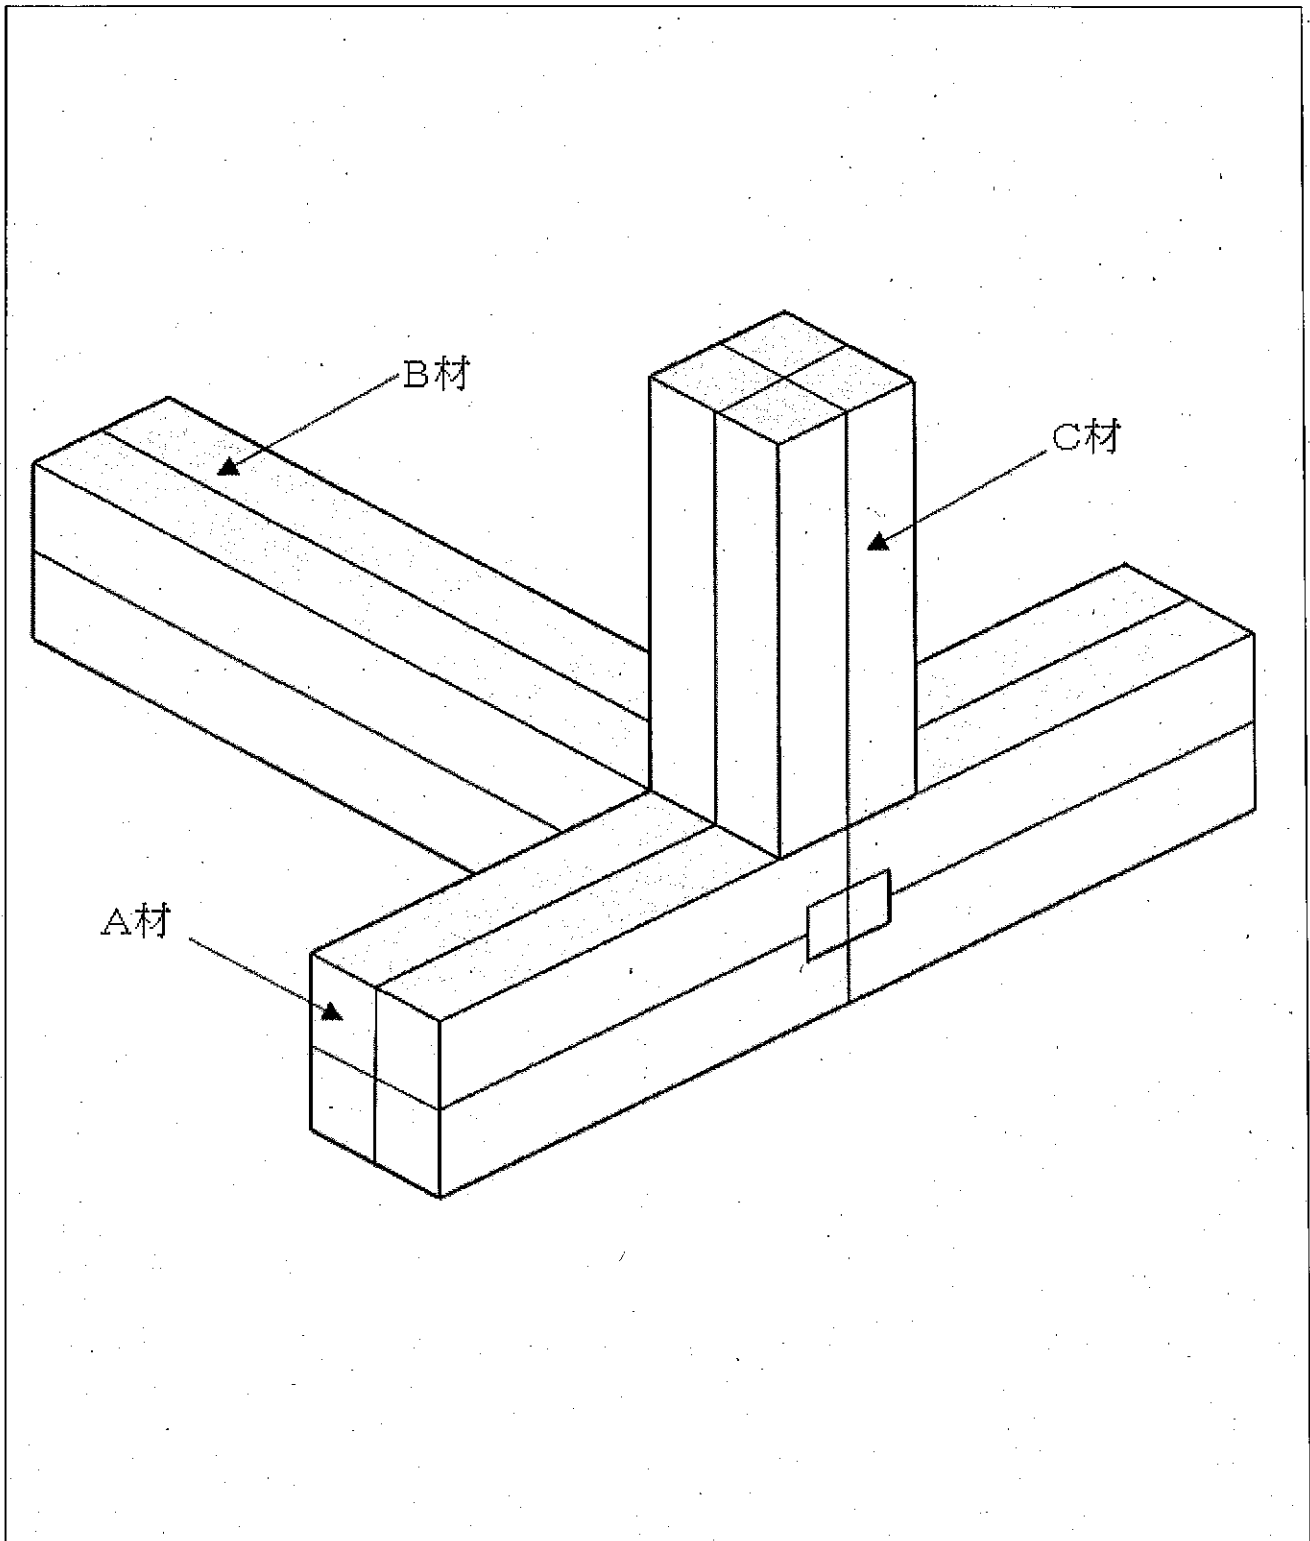
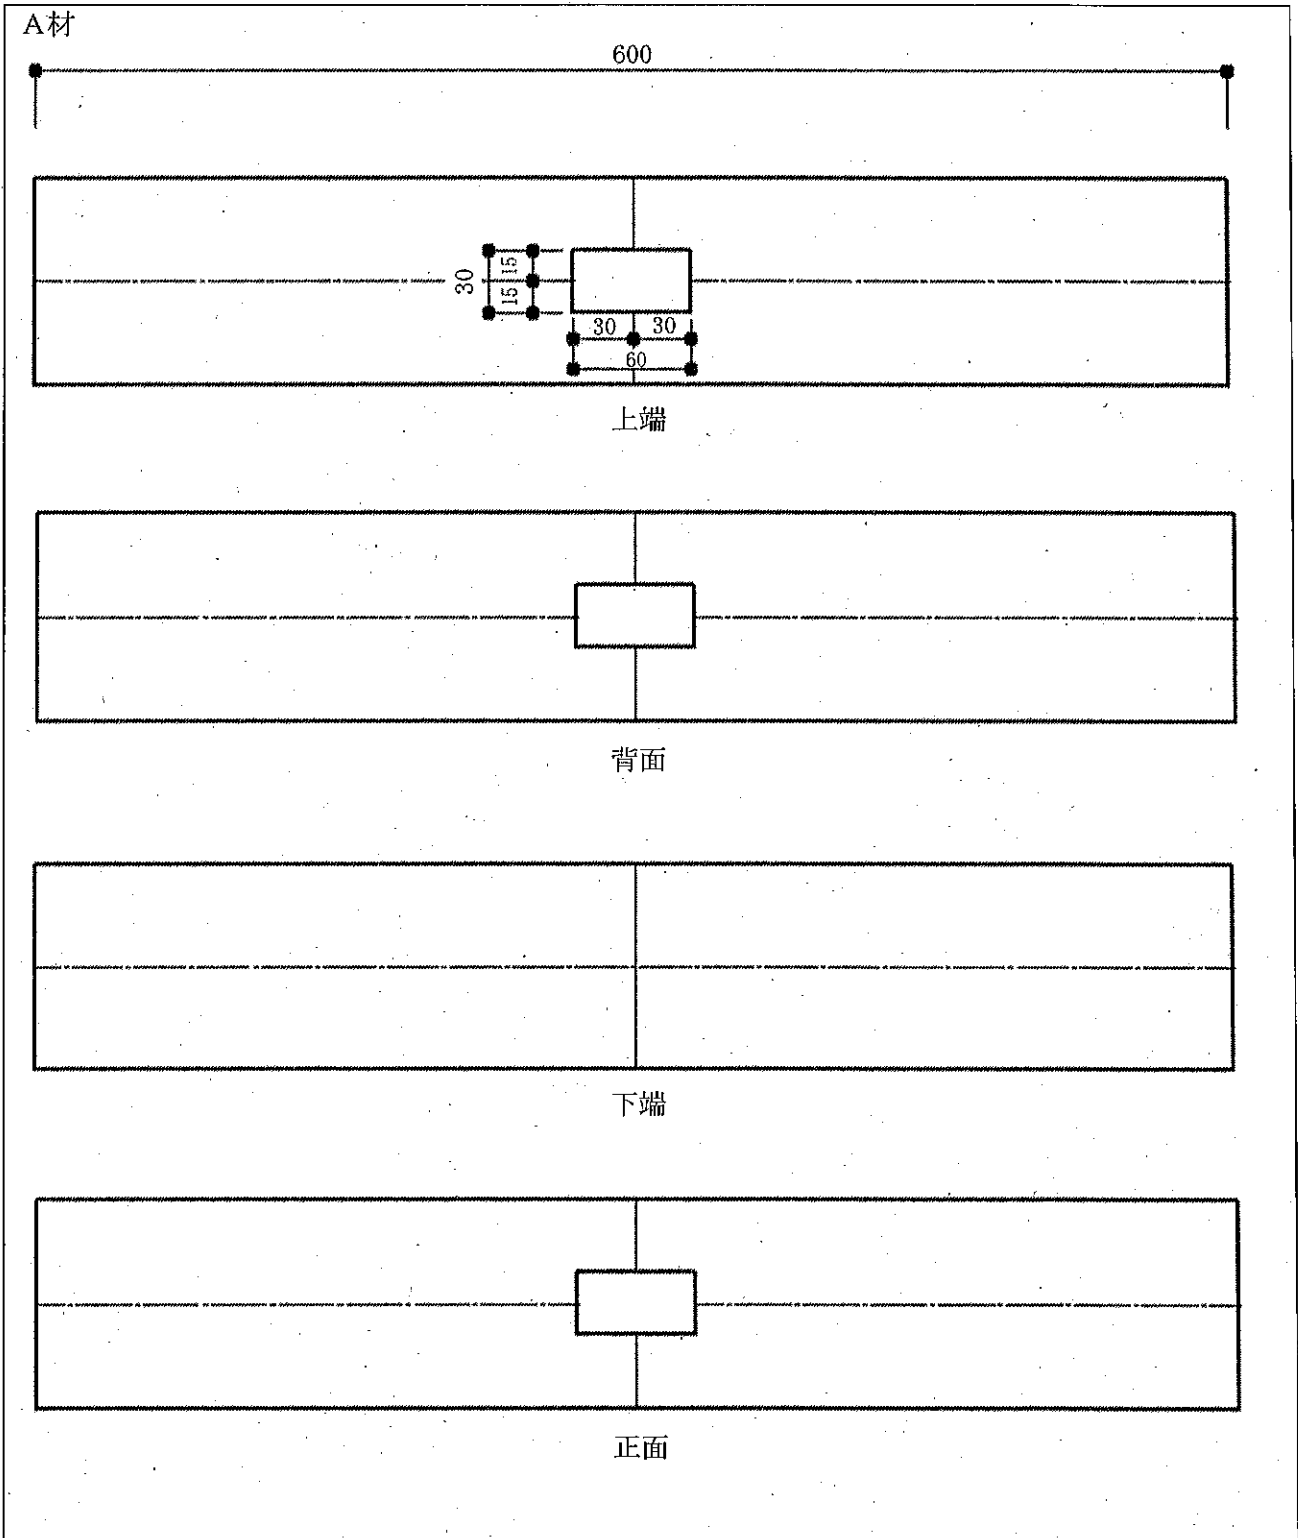
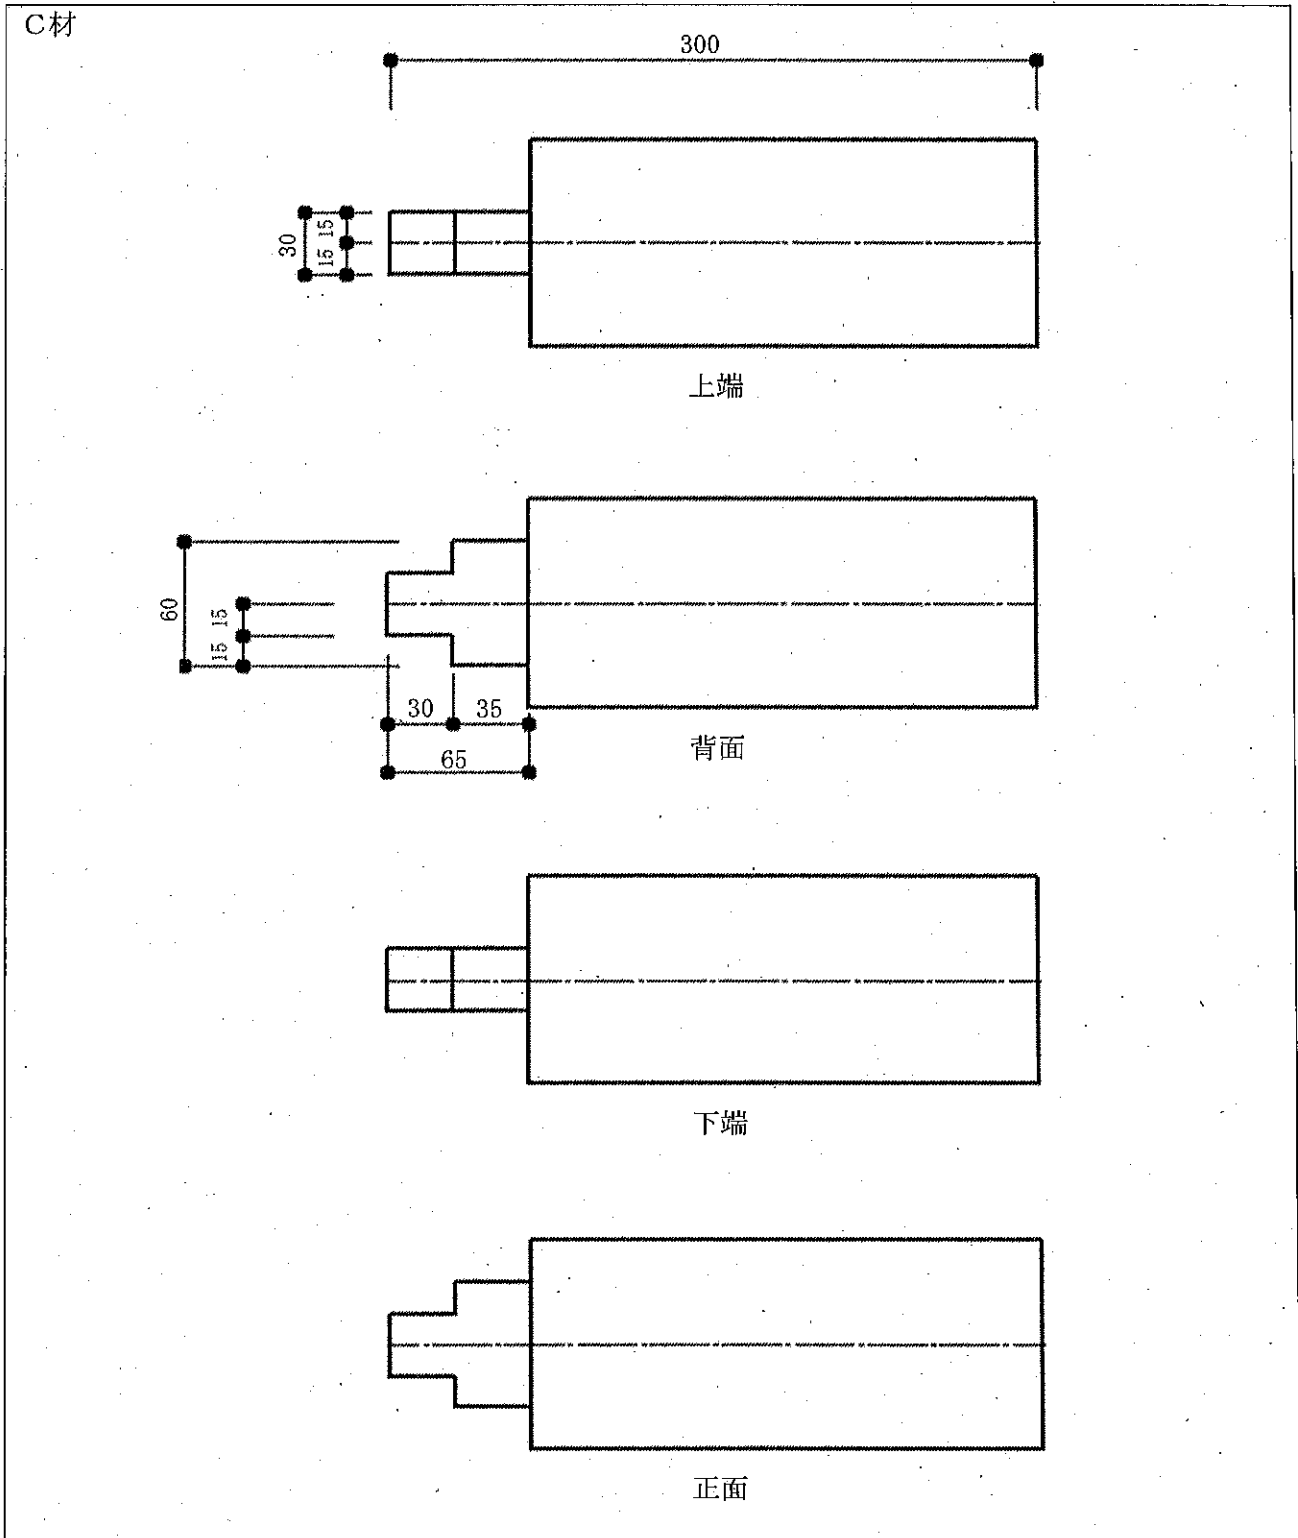

図1
図 2
図 4
次に示す〈仕様〉を踏まえ、あとの図1～図4を基に、準備された工具等を使用して、木材を加工し作品を完成させなさい。加工する木材は、A材 100 mm × 100 mm × 600 mm、B材 100 mm × 100 mm × 500 mm、C材 100 mm × 100 mm × 300 mm とします。
- ・各仕口部分の寸法は、あとの図2～図4のとおりとする。